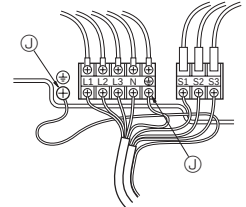

Fig. 7-2
7.1. Dış ünite (Fig. 7-1, Fig. 7-2)
- Fig. 7-1 ve Fig. 7-2'ye bakarak kabloları bağlayın.